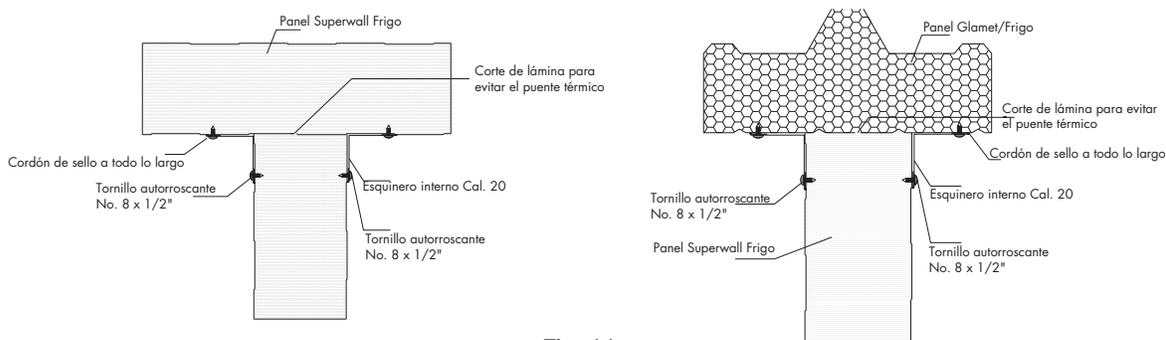

Fig. 11
- 4.3.14** En la medida que vaya fijando tramos de muro instale los perfiles de remate para esquinas de muros y techos usando tornillos autorroscantes No 8x1/2" y sellos de butilo y láminas especiales para barreras de vapor. (Fig. 11)